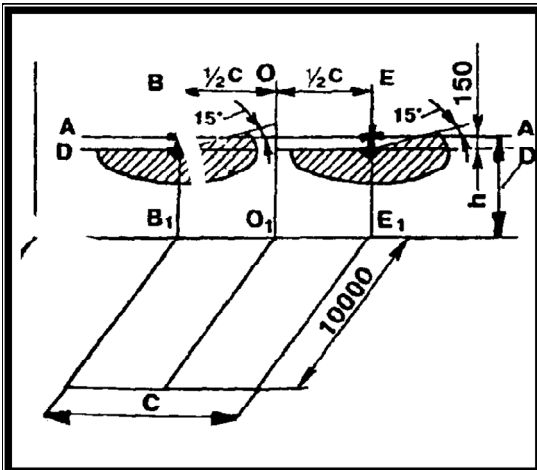

Abb. F-88. Schema der Einstelltafel
- auf dem Schirm Kreuze malen, deren Mittelpunkte in Lage C und Höhe der Scheinwerfer in Lage D (C und D am Schlepper messen) (Abb. F-88)